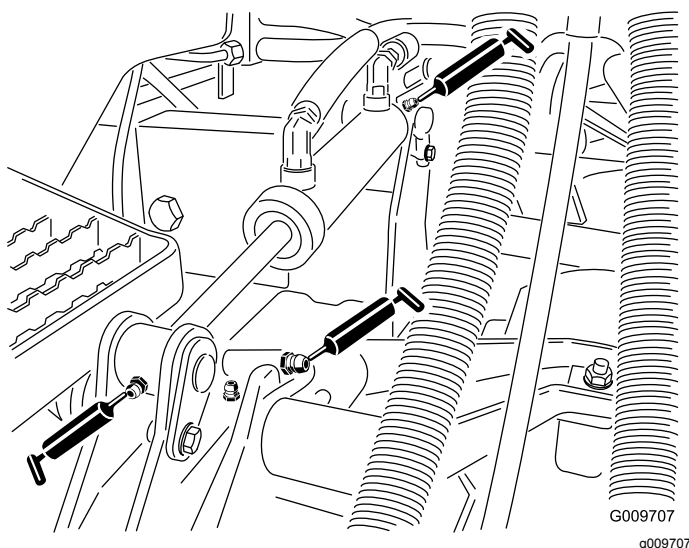

図 51
- 昇降アームのブッシュカuttingユニット 1 台に 1 ヶ所 図 51
- 昇降シリンダのブッシュデッキ 台に 2 ヶ所 図 51